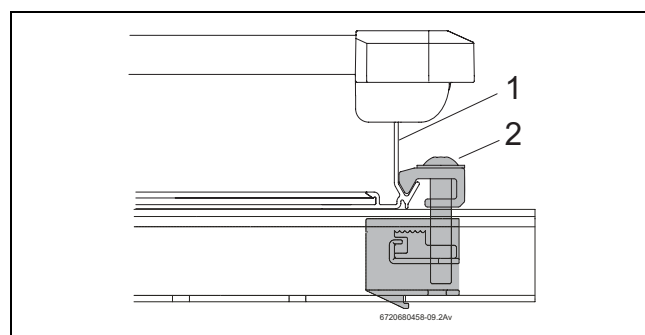

Fig. 48 Tendeur simple vissé
- Positionner le capteur (→ fig. 48, [1]) avec précaution dans le tendeur simple et le positionner horizontalement.
- Visser le tendeur simple avec la clé plate SW5. Le serre-flanc (→ fig. 48, [2]) du tendeur s'insère maintenant dans le bord inférieur du capteur.